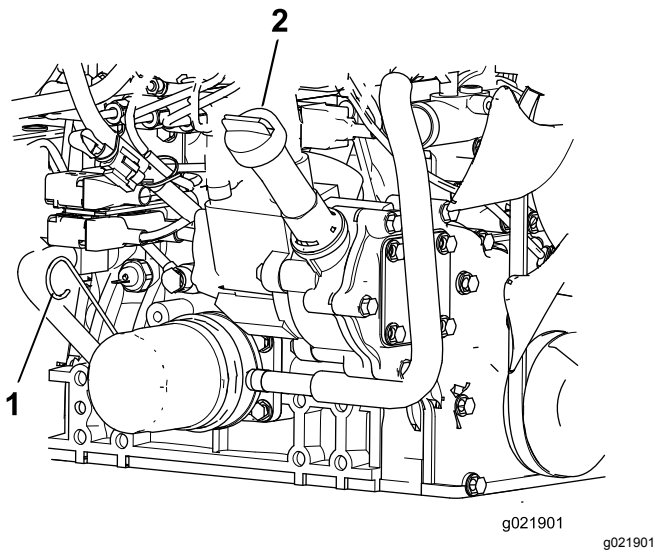

Figura 71
- Retire la varilla, límpiela, vuelva a colocarla en el tubo y retírela de nuevo. El nivel de aceite debe estar entre las marcas "lleno" y "añadir" (Figura 71).
4. Si el nivel de aceite es bajo, retire el tapón de llenado (Figura 71) y añada suficiente aceite para que llegue entre las marcas "lleno" y "añadir". No llene demasiado.